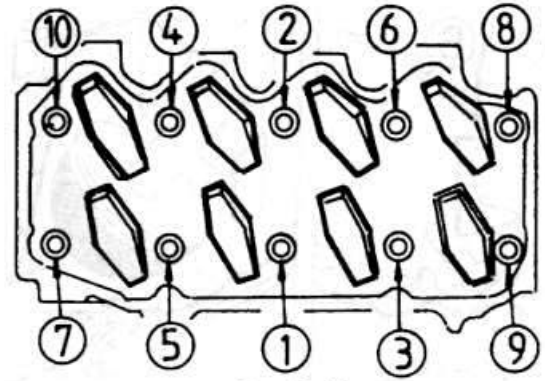

Рис. 2.41
- ♦ Ввинтите новые болты, крепящие головку блока, и затяните их по рис. 2.41 в четыре этапа.